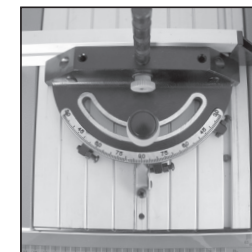

Fig. 20
- 90° – S'assurer que la « butée » se trouve dans la position inférieure et que la vis d'indice 90° repose à sa droite (fig. 20).